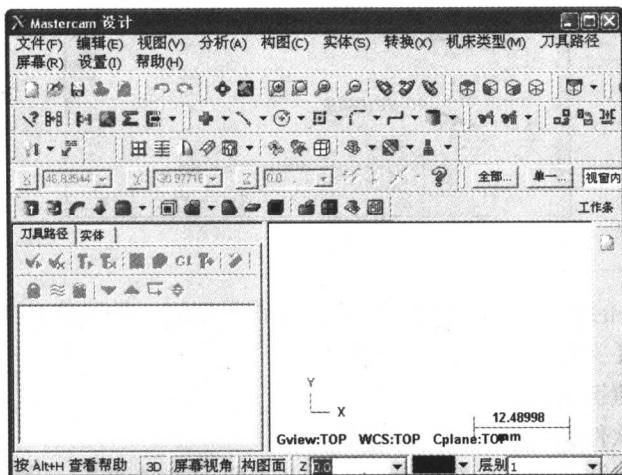

图 1-1
- 在桌面上双击 Mastercam 的快捷方式图标 ，弹出如图 1-1 所示的软件界面。